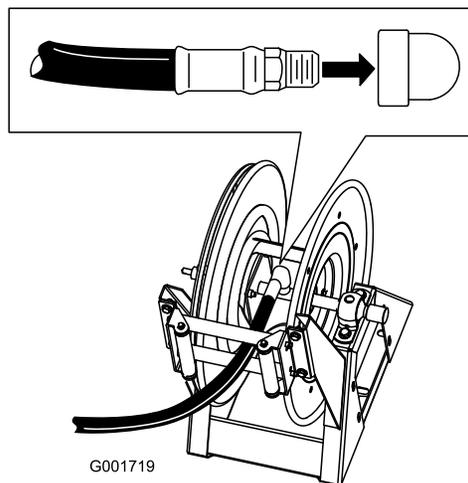

Bild 18
1. Wickeln Sie Teflonband um das Gewinde an der Schlaucharmatur am langen Schlauch und setzen Sie die Armatur in das Anschlussrohr an der Trommel ein (Bild 18).